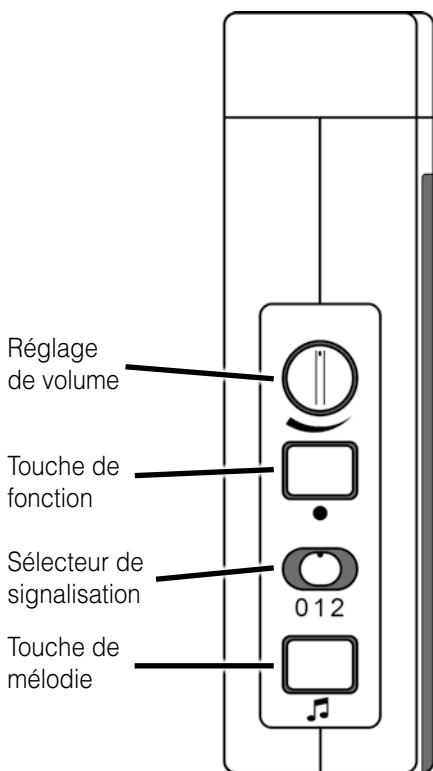

Figure 2 : Réglage et touches
À l'aide de l'interrupteur coulissant de sélection du signal (fig. 2 « 0 1 2 »), vous pouvez choisir le type de signalisation. Veuillez noter que les symboles sont toujours éclairés par des diodes électroluminescentes de couleur.
- a) Appuyez longuement sur la touche »●« (fig. 2). Les symboles s'allument les uns après les autres. Relâchez la touche dès que le symbole souhaité s'allume.
- c) Appuyez pendant 2 secondes sur la touche de sélection de la mélodie «♪» (fig. 2). Relâchez la touche et réappuyez sur la touche de sélection de la mélodie aussi souvent jusqu'à ce que vous ayez trouvé la séquence de son que vous souhaitez (15 séquences de sons au choix).